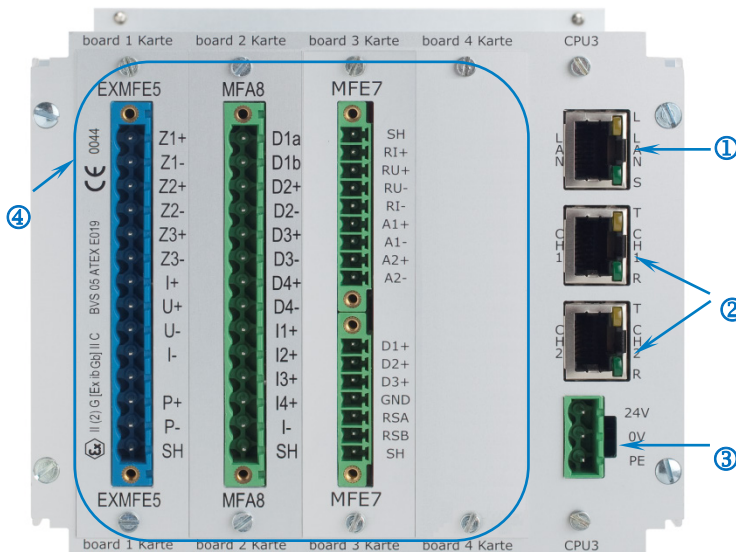

Abb. 4: Rückseite der Geräte, exemplarisch für einen MC1 in 1/3 Baubreite
- ① LAN-Schnittstelle (Ethernet-Netzwerk)
- ② serielle Schnittstellen
- ③ Spannungsversorgung 24 V DC
- ④ optionale Prozesskarten (in der Abbildung 4 Kartenplätze wegen 1/3 Baubreite)